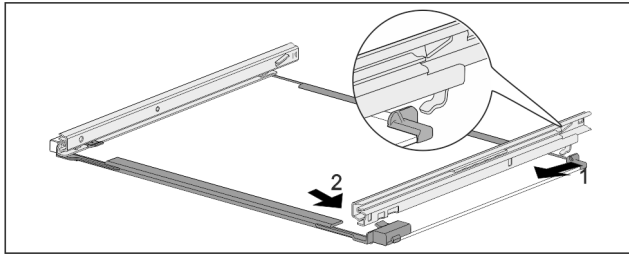

Fig. 178 带轨道的玻璃隔板
- ▶ 轨道后部钩入。 Fig. 178 (1)
- ▶ 轨道前部卡紧。 Fig. 178 (2)